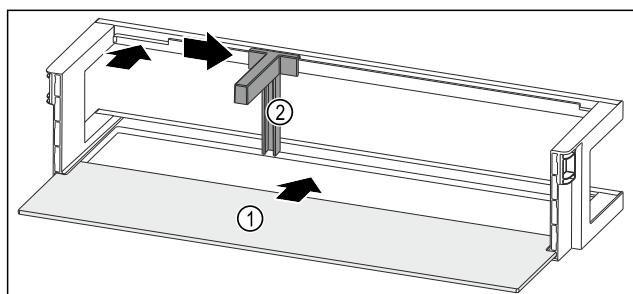

Fig. 217 带搁板的门边存放架
- ▶ 将搁板 Fig. 217 (1) 推入侧面凹槽。
- ▶ 将瓶托 Fig. 217 (2) 装入槽中。
- ▶ 将瓶托 Fig. 217 (2) 推至一侧的所需位置。